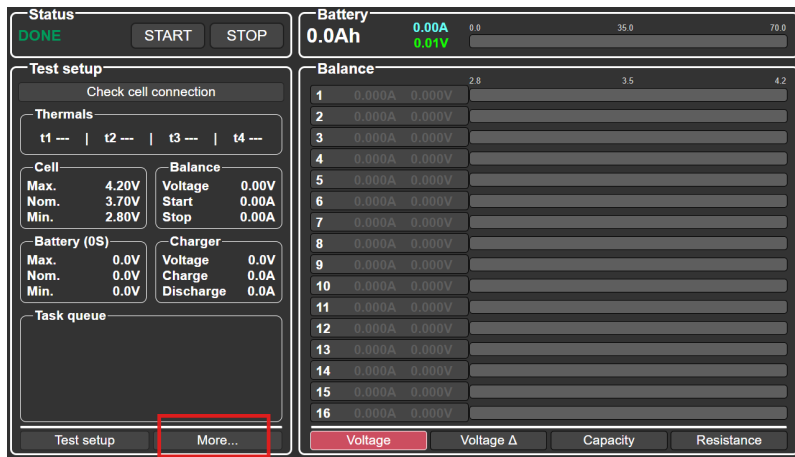

Рисунок 30
1. В главном меню тестера нажмите кнопку «More...» (см. рис. 30).